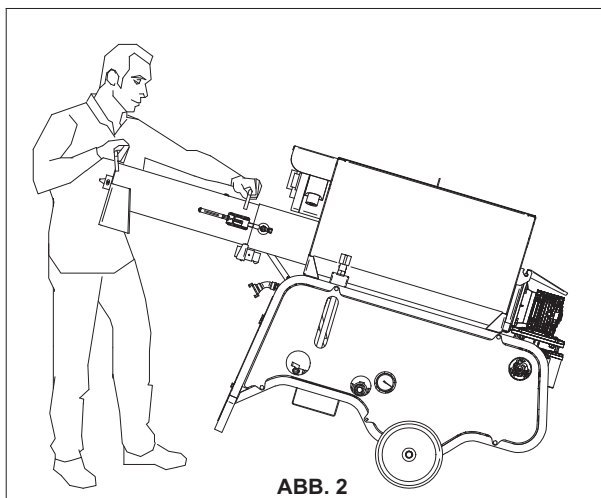
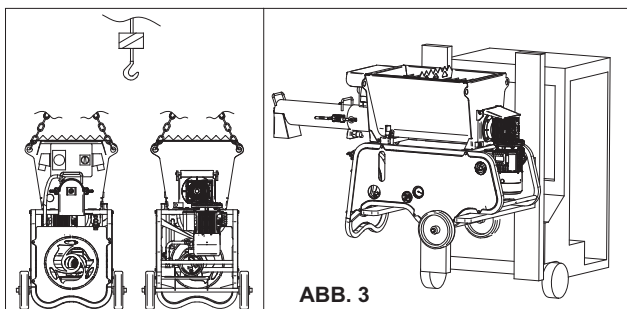

ABB. 2
ABB. 3
8. TRANSPORTIERBARKEIT (siehe Abb. 2 und Abb. 3)
Den Mischer an den Transportgriffen anheben und in die gewünschte Richtung schieben (Abb. 2).
- ACHTUNG! Die Maschine darf ausschließlich anhand der in Abb. 3 gezeigten Hubpunkte angehoben werden.
Die Maschine anhand der hierfür vorgesehenen vier Ringe transportieren (Abb. 3).